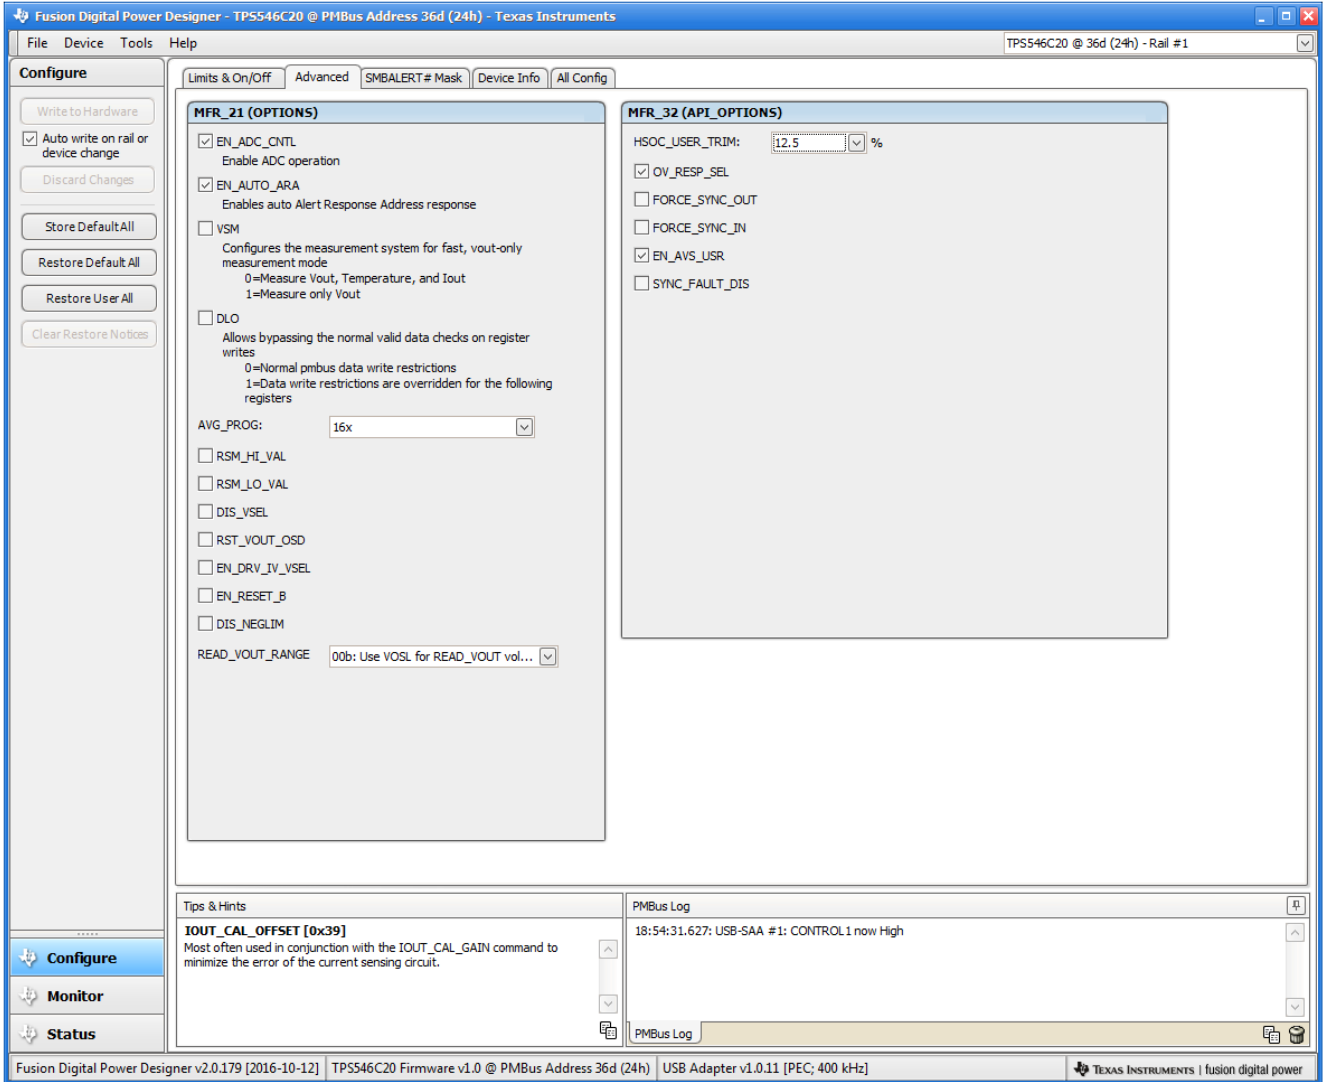

图 10-4. 配置 - Advanced
对于  $V_{ref}$  和软启动时间的修改内容，为了让更改在下次上电时生效，还应检查 **Advanced** 选项卡中的 **DIS\_VSEL** (图 10-4)，并将其存储到非易失性存储器中。
- 使用 **Advanced** 选项卡 (图 10-4) 配置以下各项：